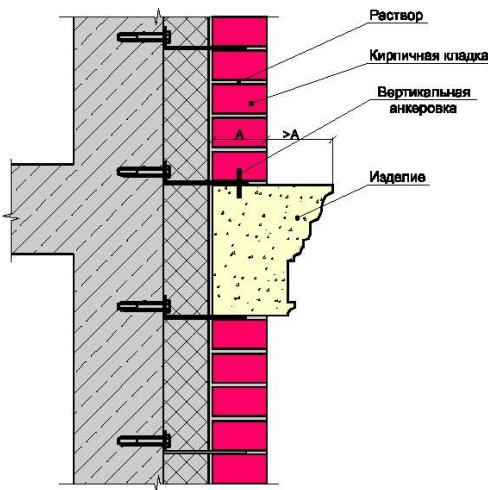

Рис. 5.
– кладку горизонтальных элементов из архикамня с максимальным выносом больше ширины заглубления производите с армированием и вертикальной анкеровкой из расчета не менее двух связей на погонный метр шва (см. рис. 5);